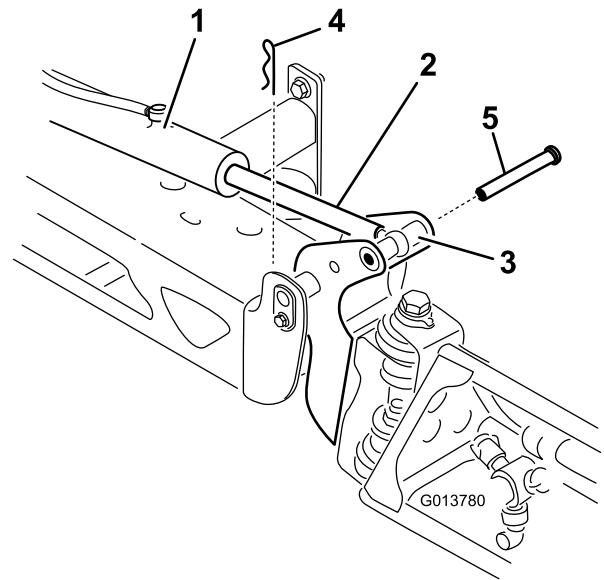

Bild 66
2. Nehmen Sie die Splint vom Lastösenbolzen ab (Bild 66).
3. Heben Sie den Abschnitt an und nehmen Sie den Lastösenbolzen ab, senken Sie den Abschnitt dann langsam auf den Boden ab (Bild 66).
7. Stützen Sie den Sprühabschnitt ab und stecken Sie den Lastösenbolzen durch das Auslegerscharnier und die Aktuatorstange (Bild 66).